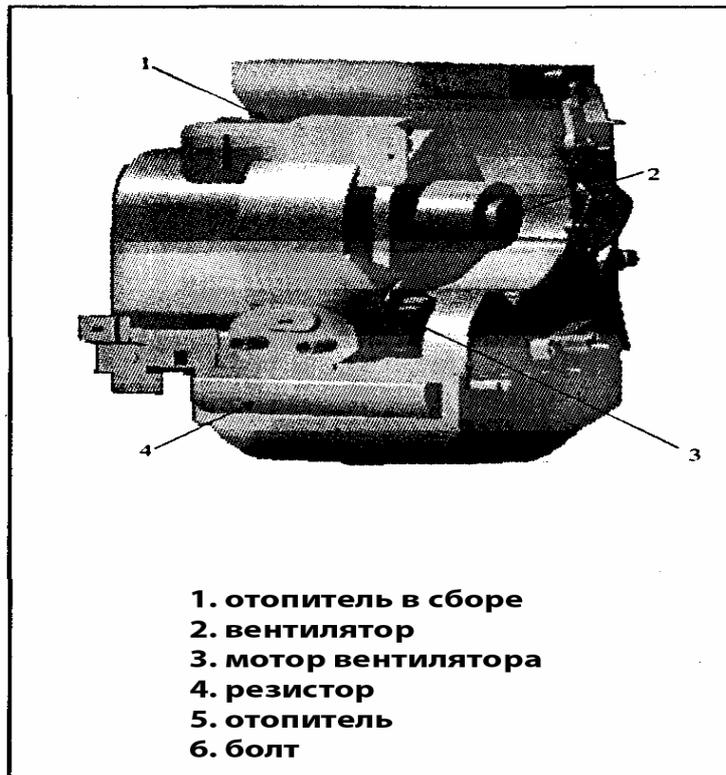

Рис. 795
- 2) Слейте ОЖ двигателя и отсоедините шланги от отопителя (Рис. 795).